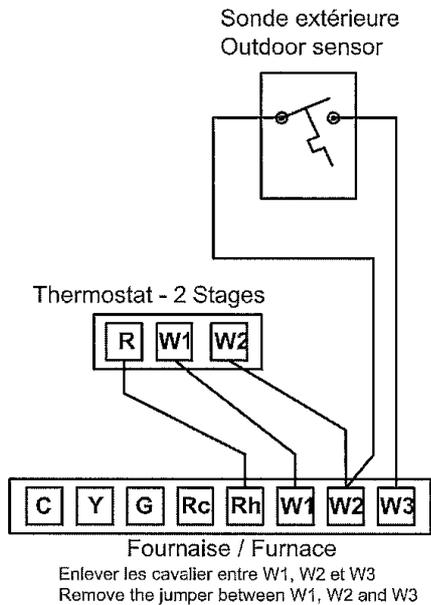

Fig. 7C
- Fig. 7C : Chauffage seulement avec un thermostat 2 stages & une sonde extérieure;